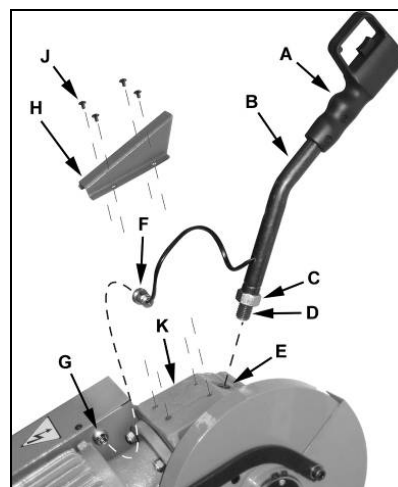

Рис. 1
Вкрутите резьбовой наконечник (D, Рис. 1) рукоятки (B) в резьбовое отверстие (E).
Кнопкой на рукоятке (А, Рис. 1) можно запускать и останавливать станок.